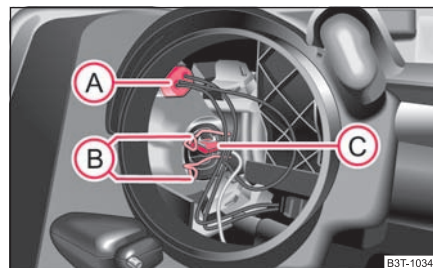

Fig. 234 Desmontaje de las bombillas para luz de población y carretera
- Retirar el portalámparas (A) ⇒ fig. 234.
- Presione el estribo de alambre elástico (B) ⇒ fig. 234 y desengánchelo a un lado.
- Retirar el portalámparas (C) ⇒ fig. 234.